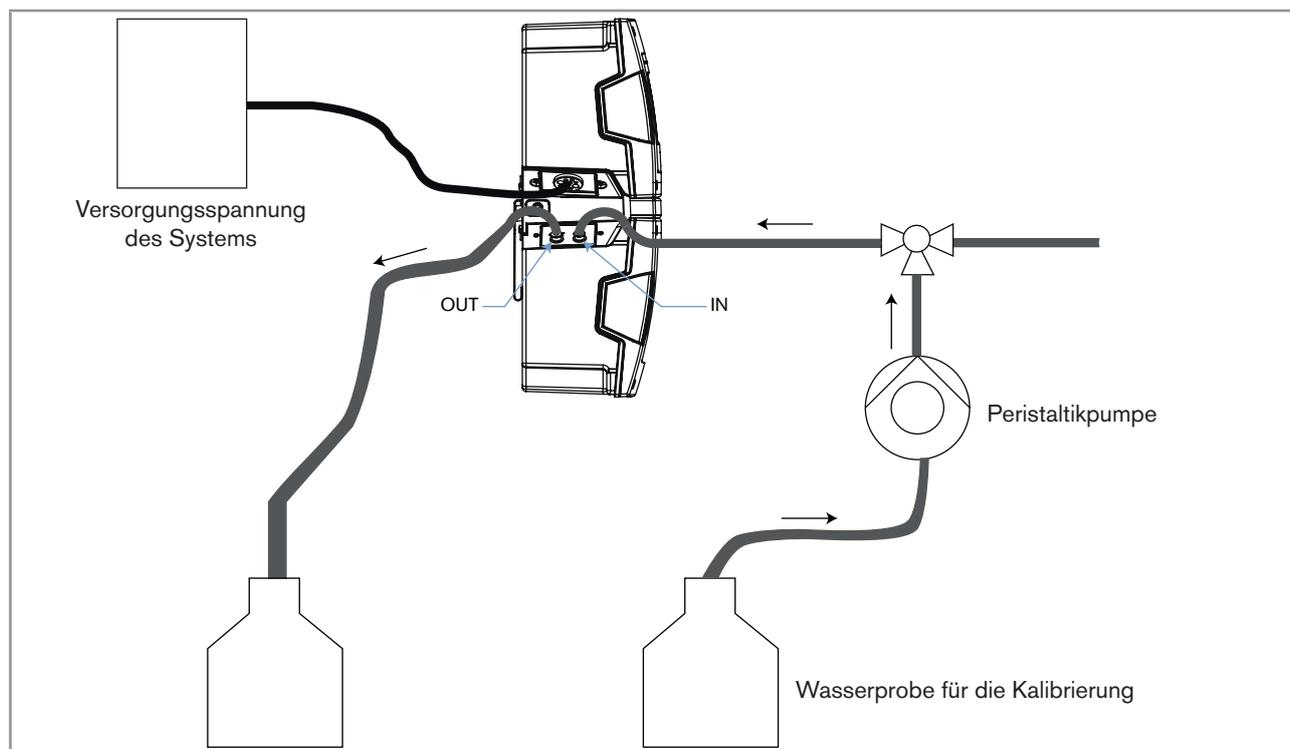

Bild 4: Aufbau für die Kalibrierung des Produkts in einem System Typ 8905
1. Eine Peristaltikpumpe an den Wasserprobeneinlasskreis des Systems anschließen, wie in **Bild 4** gezeigt. Wenn die fluidischen Anschlüsse nicht korrekt vorgenommen sind, können Produkt und System beschädigt werden, weil der Druck in Produkt und System zu hoch ist.
1. Eine Peristaltikpumpe an den Wasserprobeneinlasskreis des Systems anschließen, wie in Bild 4 gezeigt, siehe Kap. 8.10.4. Wenn die fluidischen Anschlüsse nicht korrekt vorgenommen sind, können Produkt und System beschädigt werden, weil der Druck in Produkt und System zu hoch ist.